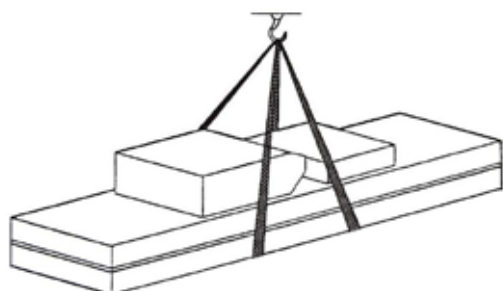

Figure 2 Matériel en suspension
**ATTENTION !** La machine est lourde. N'utilisez pas la force musculaire pour la transporter, la charger ou la décharger. La sécurité est une priorité ! Pendant le chargement et le déchargement, le matériel doit être manipulé comme illustré en figure 2.